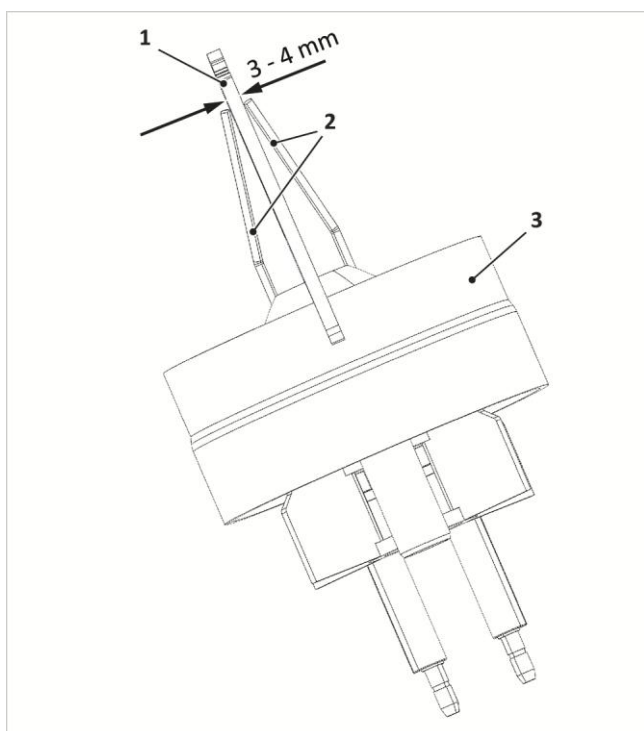

Fig. 63: Controllo della distanza degli elettrodi di accensione
5. Controllare le distanze degli elettrodi, come indicato nella → fig. 63, ed eventualmente correggere piegando con attenzione.